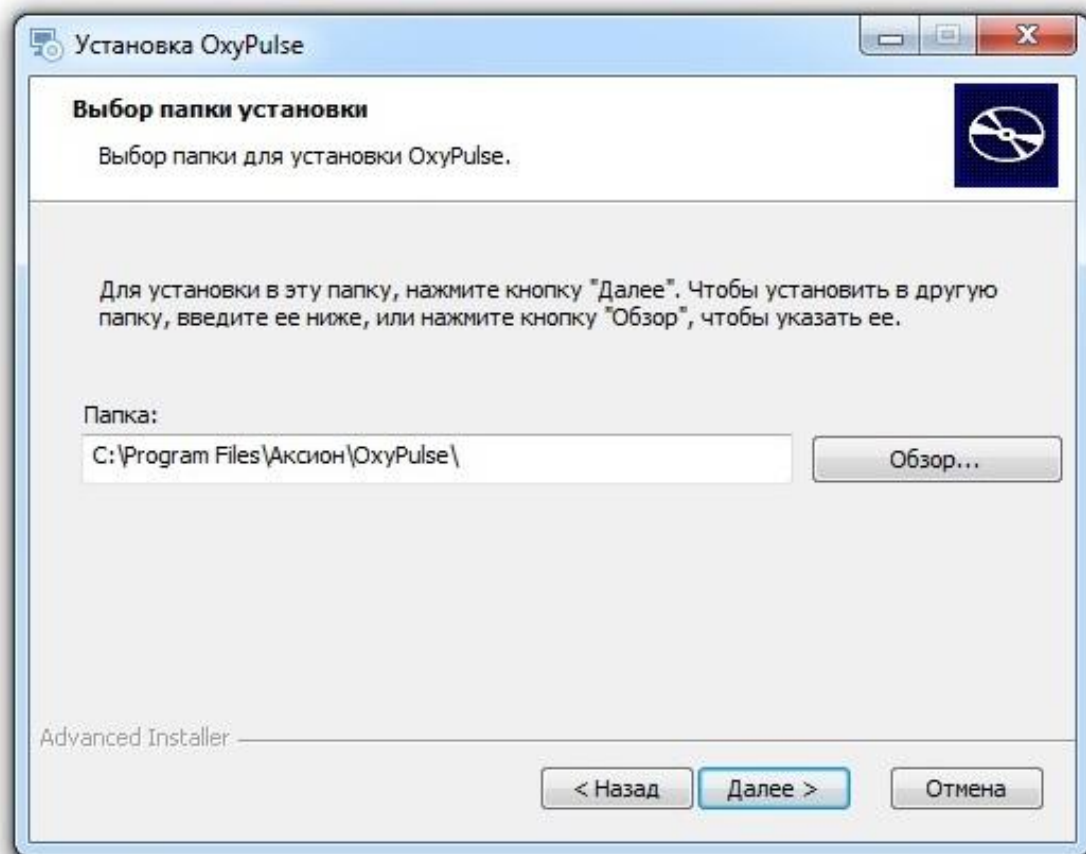

Рисунок 3.4 – Программа установки. Выбор директории для установки
3.4.3.3 Затем, программа установки запросит путь до директории, в которую будет производиться установка программы и распаковка дополнительных файлов (рисунок 3.4). Выбрать директорию, на которую у Вас есть права доступа на чтение и запись.